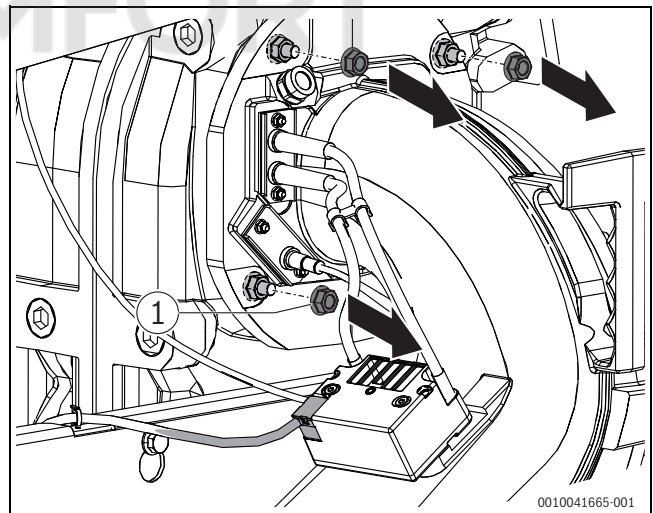

Рис. 9 Удаление штекера трансформатора зажигания и гаек на смесительном патрубке/переднем компоненте
- ▶ Извлеките штекер трансформатора зажигания (→Рис. 9).
- ▶ Удалите 4 гайки на смесительном патрубке/переднем компоненте (→Рис. 9).